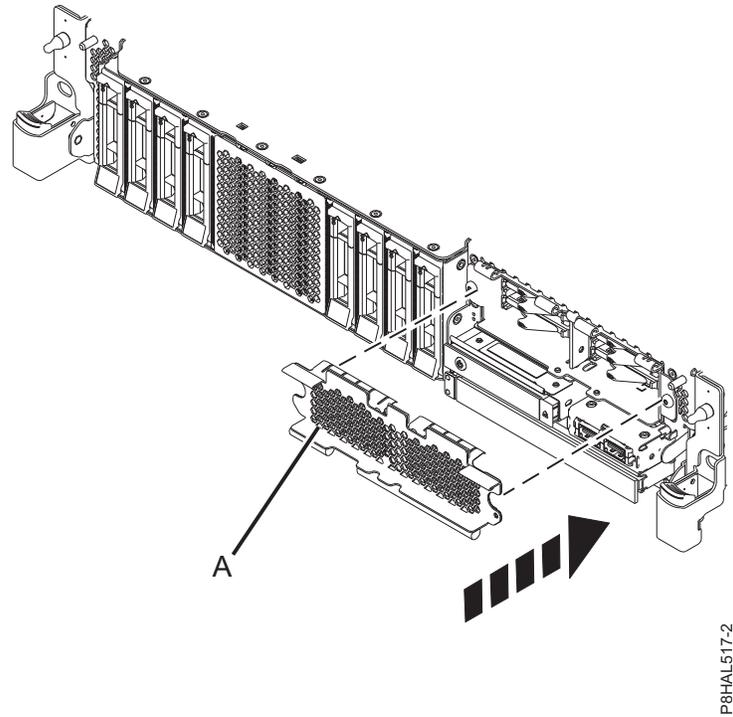

図 57. 拡張機能 システム内の SSD ケージのカバー
3. 該当する場合は、63 ページの図 57 に示すように穴開きプレート (A) で SSD ケージを覆います。